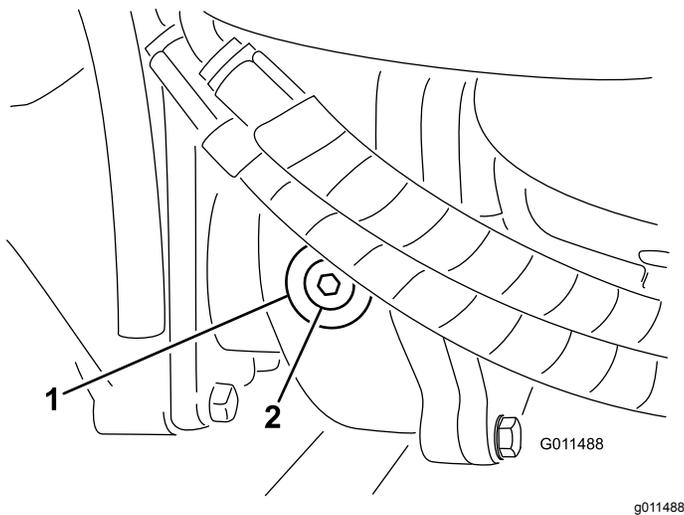

Рисунок 17
2. Снимите заливную/контрольную пробку с левой стороны редуктора (Рисунок 17) и убедитесь, что смазка доходит до низа отверстия. Если уровень масла низкий, долейте столько масла, чтобы довести его уровень до низа отверстия.